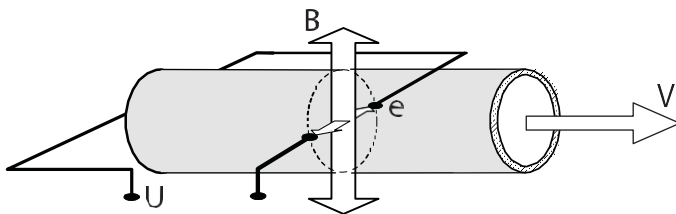

Рис. 1
1.1.5.1 Принцип работы расходомеров основан на явлении электромагнитной индукции — наведении э.д.с. в проводнике, движущемся в магнитном поле (рис. 1). При движении электропроводящей жидкости в поперечном магнитном поле, в ней, как в проводнике, наводится э.д.с. Величина э.д.с. ( $e$ ), согласно закону Фарадея, пропорциональна диаметру внутреннего сечения трубопровода  $D$ , магнитной индукции в канале  $B$ , и средней по сечению скорости потока  $V$ . При постоянном значении индукции магнитного поля значение э.д.с. зависит только от скорости потока жидкости, а, следовательно, от объемного расхода.